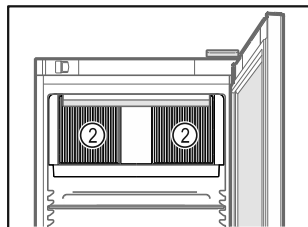

Fig. 58
- Mantenere libere le fessure di ventilazione Fig. 58 (2) della ventola di ricircolo nel vano interno.